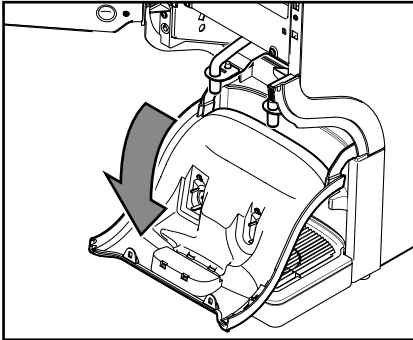

Bild 36
- Fäll ner utloppsskydden (bild 36).